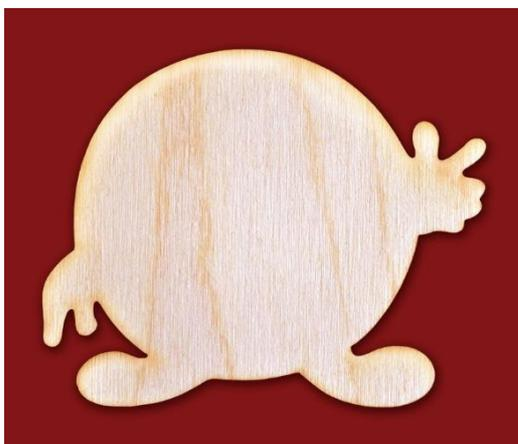

Рис. 1. Образец подставки под кружку «Колобок»
1. По указанным данным, сделайте модель подставки (Рис. 1).